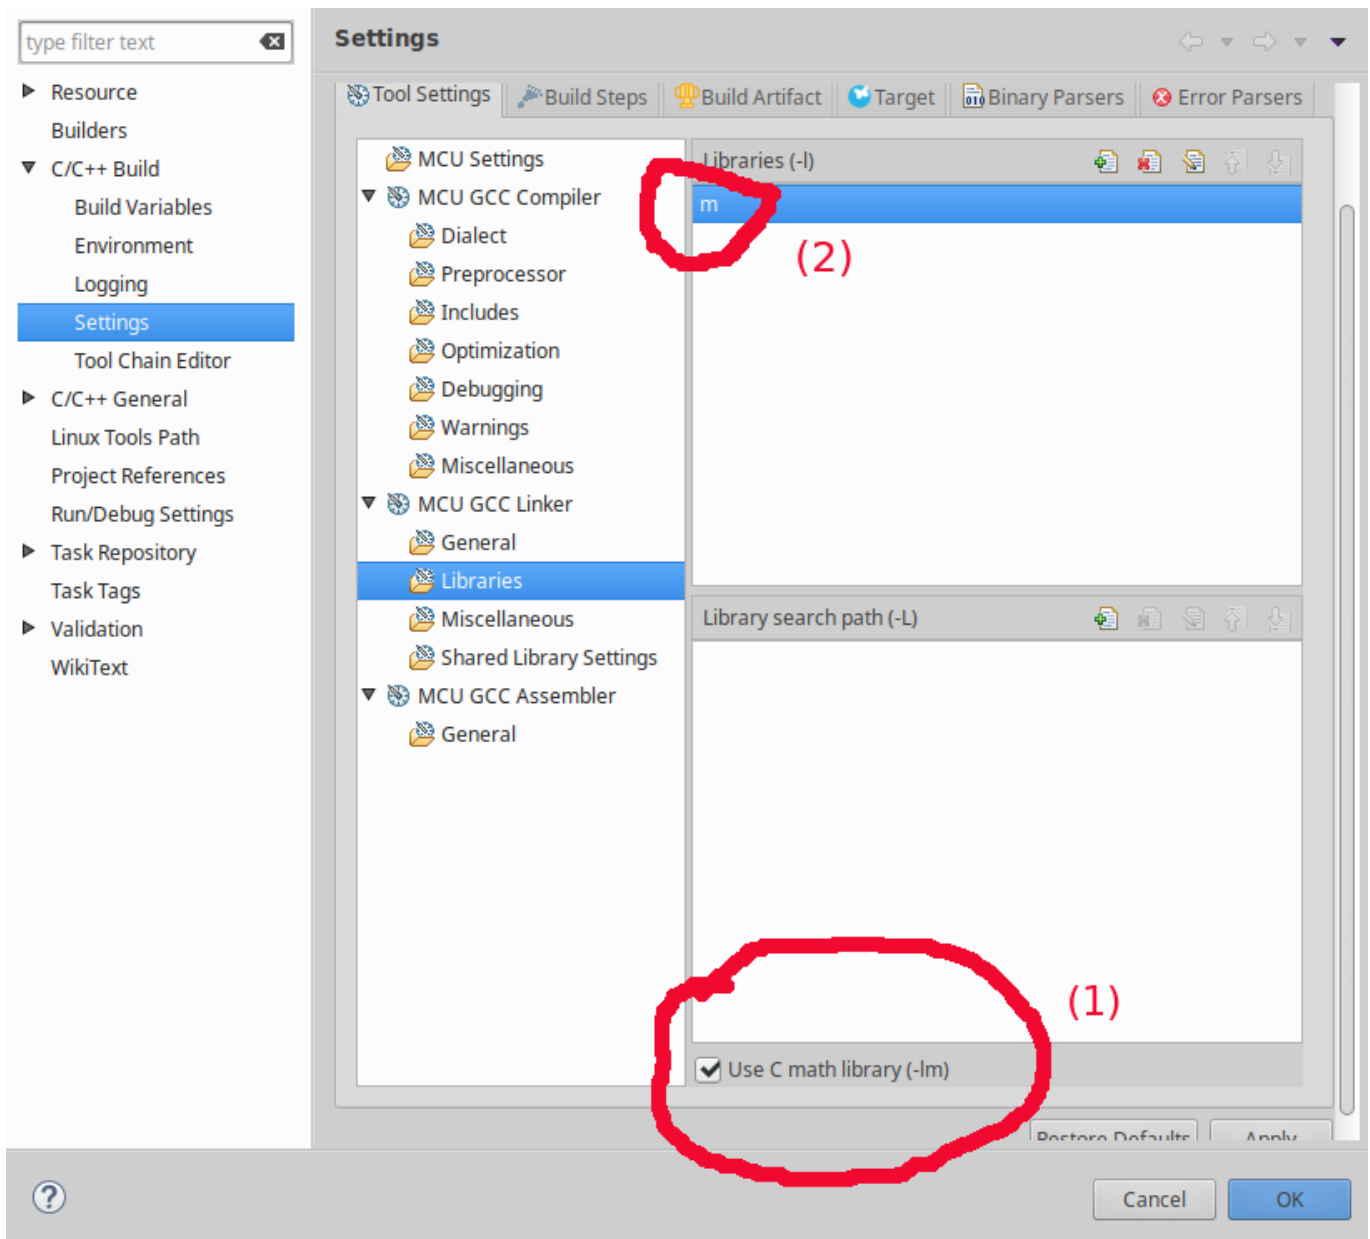

FIGURE 3 – Ajout de la bibliothèque mathématique pour l'édition de lien
Cocher en bas de page «Use C math library (-lm)» (Voir *figure 3* (1)).
Si l'erreur persiste, Sur la même page, ajouter dans la fenêtre «Libraries (-l)» *m*.(Voir *figure 3* (2)).